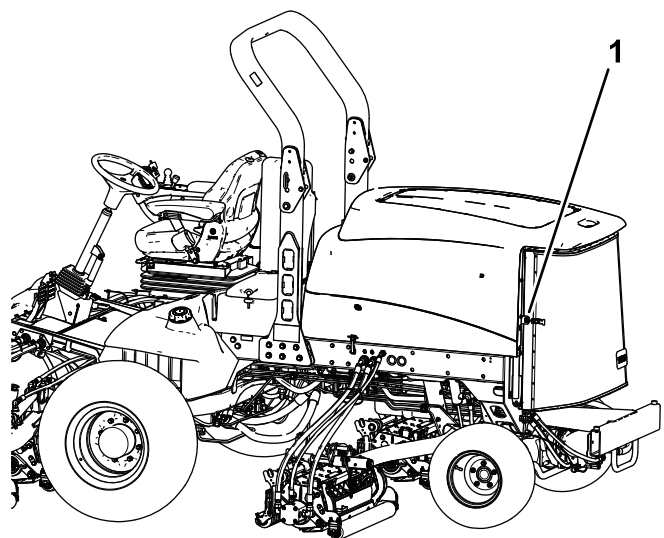

Figura 76
2. Destrancue e abra o painel traseiro (Figura 76).